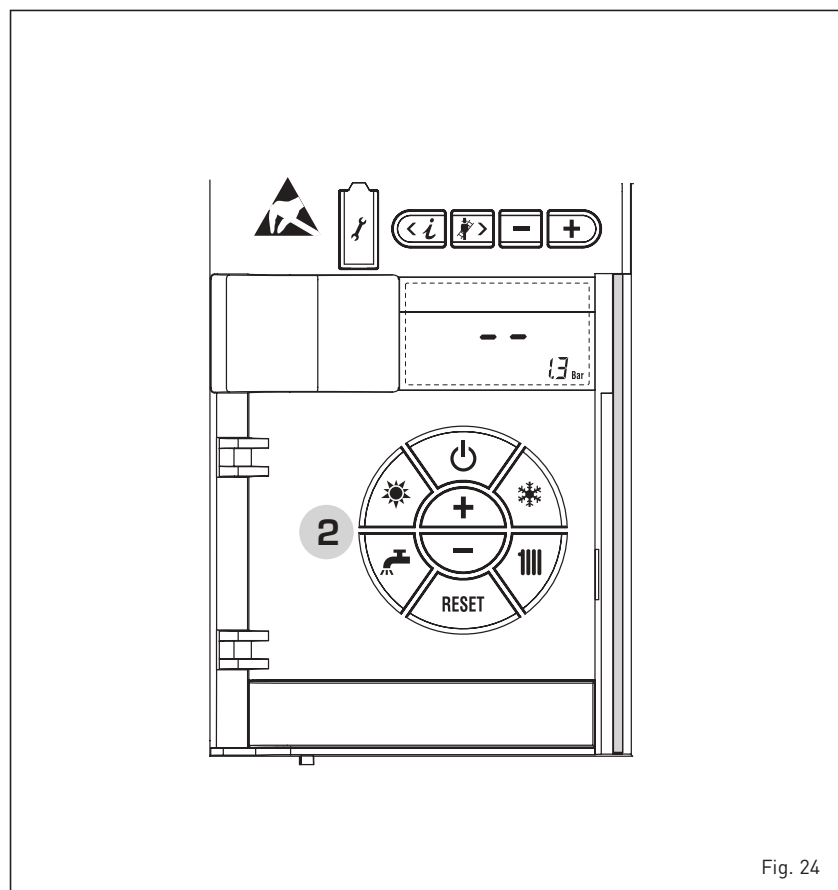

Fig. 24
ACCENSIONE CALDAIA (fig. 24)
SPEGNIMENTO CALDAIA (fig. 24)
In caso di brevi assenze premere il tasto (I) dei comandi (pos. 2). Il display si presenterà come indicato in fig. 24. In questo modo lasciando attive l'alimentazione elettrica e l'alimentazione del combustibile la caldaia è protetta dai sistemi antigelo e antibloccaggio pompa. Nel caso di un prolungato periodo di non utilizzo della caldaia si consiglia di togliere tensione elettrica agendo sull'interruttore generale dell'impianto, di chiudere il rubinetto del gas e, se sono previste basse temperature, di svuotare l'impianto idraulico per evitare la rottura delle tubazioni a causa del congelamento dell'acqua.